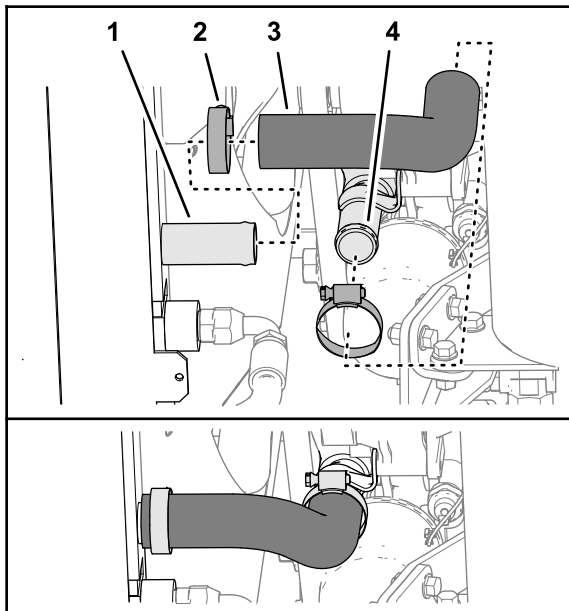

Figur 37
8. Monter den øverste og den nederste ventilatorafskærmning i venstre side af maskinen (Figur 37) med 2 flangehovedskruer ($\frac{1}{4}$ " x $\frac{1}{2}$ ") og 2 takkede flangemøtrikker ($\frac{1}{4}$ ").